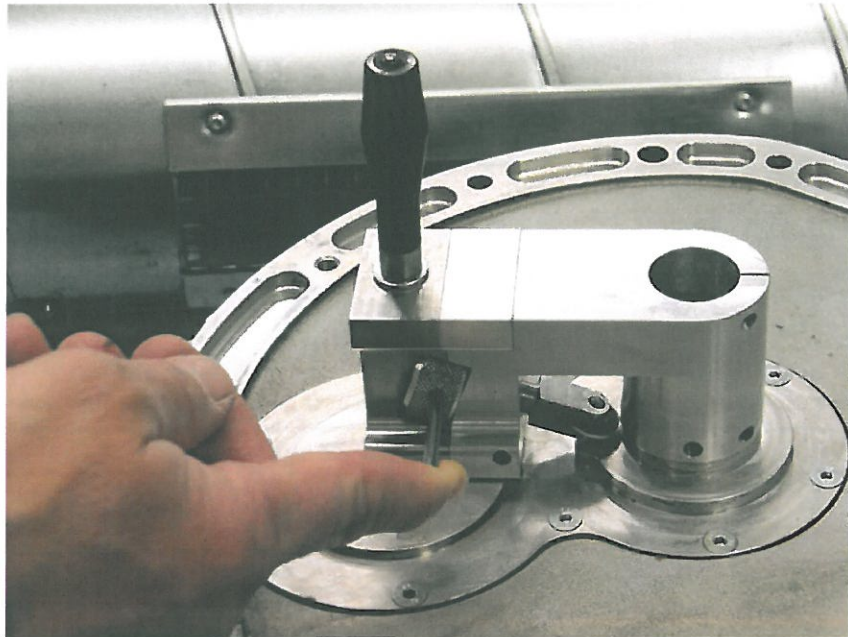

Bild 5 Das Schneidwerkzeug am Einstellrad zustellen
10. Den Zylinderstift in die Bohrung des Einstellrades stecken. Siehe Bild 5.
- ◆ **Hinweis:** Den Zylinderstift zum Drehen des Einstellrades verwenden. Siehe Bild 5.